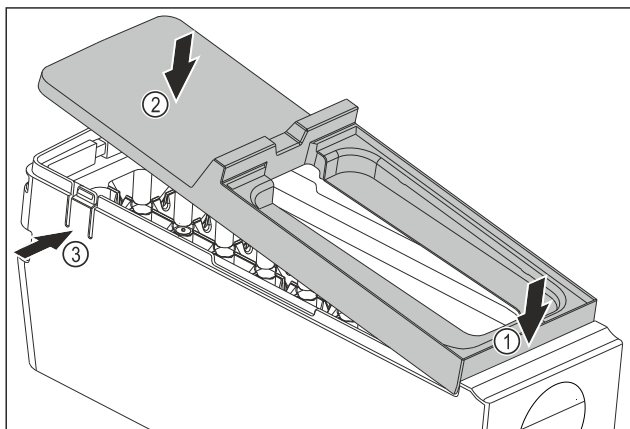

Fig. 123
- Abdeckung des EasyTwist-Ice-Korpus montieren: Abdeckung vorne ansetzen. Fig. 123 (1)
- Abdeckung hinten absenken. Fig. 123 (2)
- Abdeckung rastet hörbar in beiden Laschen Fig. 123 (3) ein.